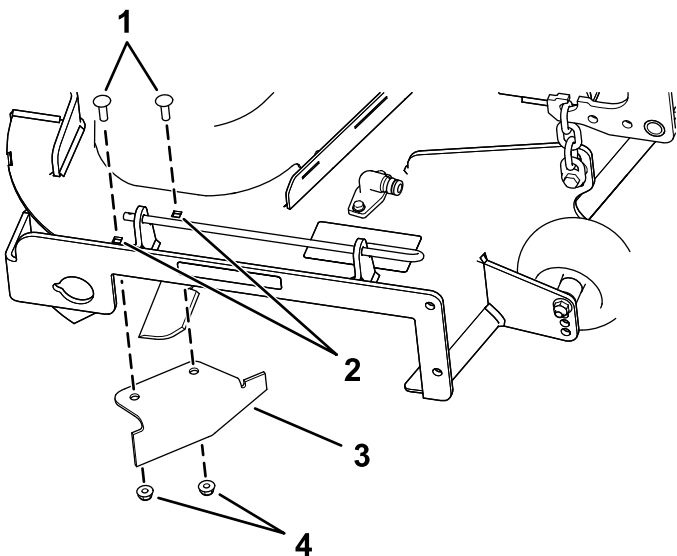

Figura 15
9. Localizai deflectorul de separare din pungă cu accesorii și îndepărtați elementele de fixare ale orificiilor spate ale plăcii de evacuare (Figura 15).